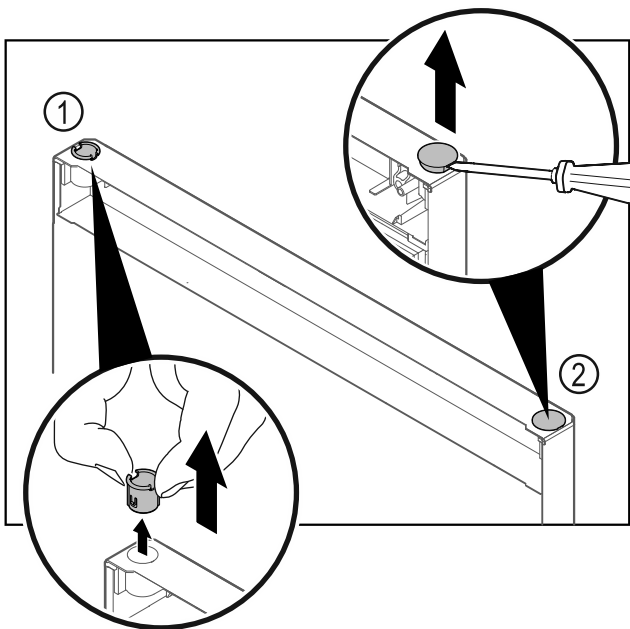

Fig. 26
- ▶ Extrageți bușa balamalei Fig. 26 (1) cu degetele.
- ▶ Ridicați dopul de acoperire Fig. 26 (2) cu precauție cu o șurubelniță dreaptă și extrageți-l.